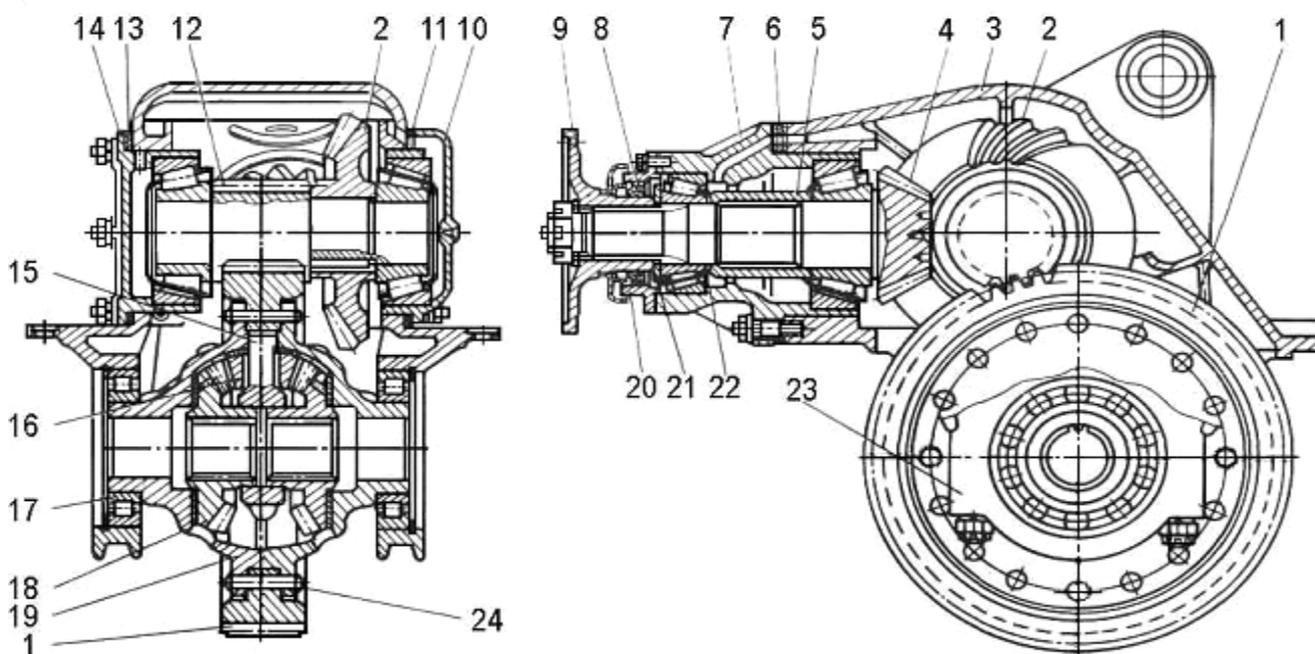
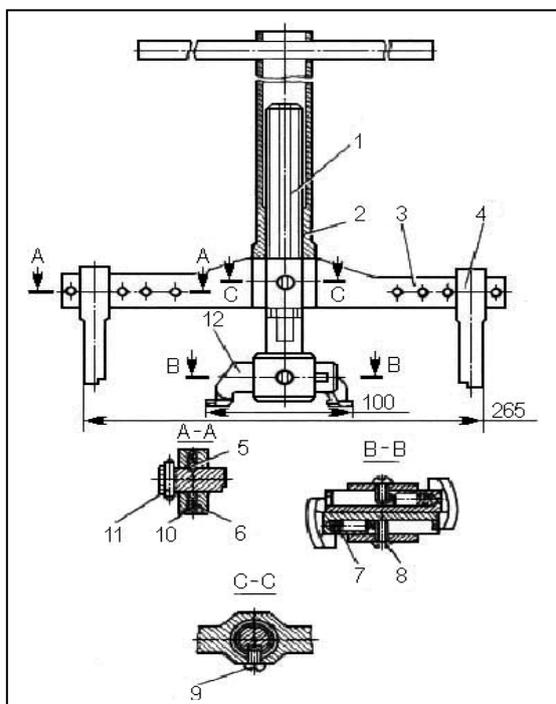
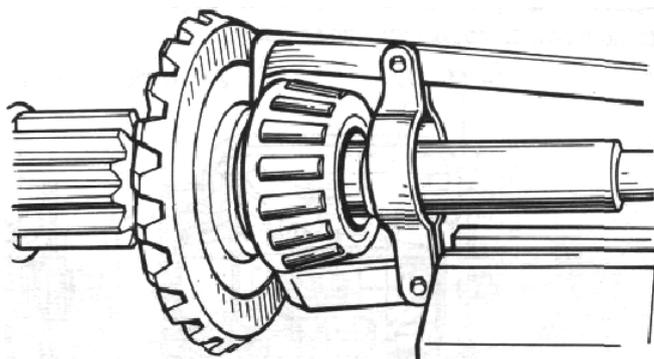
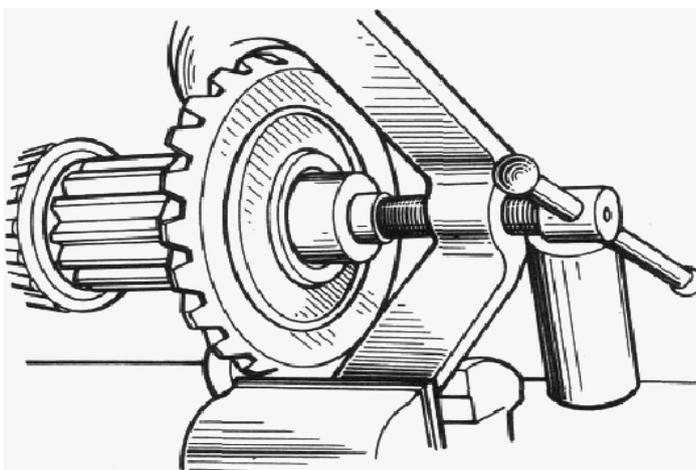

Рис. 30. Главная передача заднего (промежуточного) моста:
Рис. 31. Съемник для выпрессовки наружных колец подшипника из картера, крышек ведущей конической шестерни и ступиц колес:
Рис. 32. Спрессовка внутреннего кольца подшипника
Рис. 33. Спрессовка ведомой конической шестерни
1. Снять крышки 23 (рис. 30) подшипников дифференциала, а затем дифференциал в сборе. Установить крышки на прежние места.
8. Съемником (рис. 31) выпрессовать наружные кольца конических подшипников из картера ведущей конической шестерни 4 (см. рис. 30), правой 10 и левой 14 крышек.
Съемником (рис. 32) спрессовать внутренние кольца подшипников с хвостовика ведущей конической шестерни 4 (см. рис. 30) и с шеек ведущей цилиндрической шестерни 12. Наружные и внутренние кольца конических подшипников при разборке связать проволокой во избежание их разукomплектования.
9. Съемником (рис. 33) спрессовать ведомую коническую шестерню 2 (см. рис. 30).
2. Запрессовать в корпус 7 (см. рис. 30) подшипников ведущей конической шестерни наружные, кольца подшипников
22. Установить на шпильки крепления крышки 14 (см. рис.30) левого подшипника регулировочные прокладки 13 в том же количестве, как и для правой крышки 10. После чего установить левую крышку 14 и закрепить ее двумя гайками.
Если зазор обнаружен, то нужно удалить часть прокладок из-под крышек 10 и 14 (см. рис. 30). Общая толщина удаляемых из-под обеих крышек прокладок должна быть больше замеренного осевого зазора на 0,05-0,08 мм для создания предварительного натяга.
- смазать 3-4 зуба ведущей конической шестерни 4 (см. рис. 30) тонким слоем масляной краски с обеих сторон зуба;